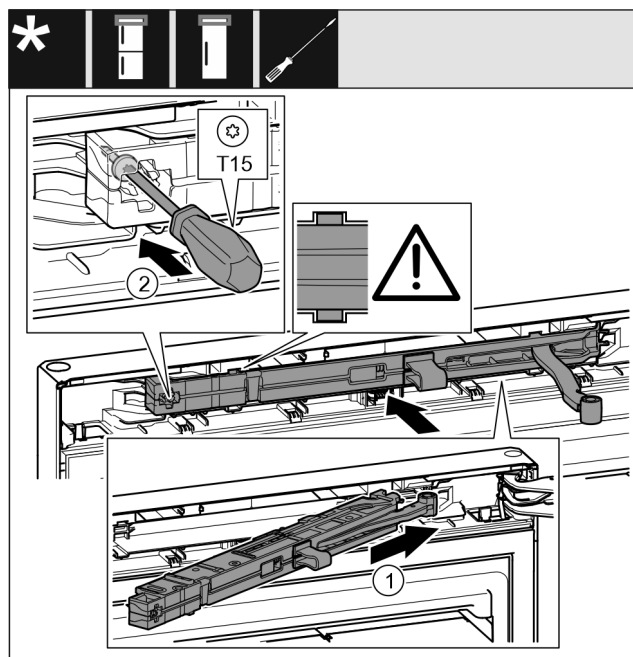

Fig. 22
- ▶ Вставьте узел амортизатора закрывания двери Fig. 22 (1) в выемку со стороны опорного кронштейна под наклоном до упора.
- ▶ Затяните винт Fig. 22 (2) отверткой.